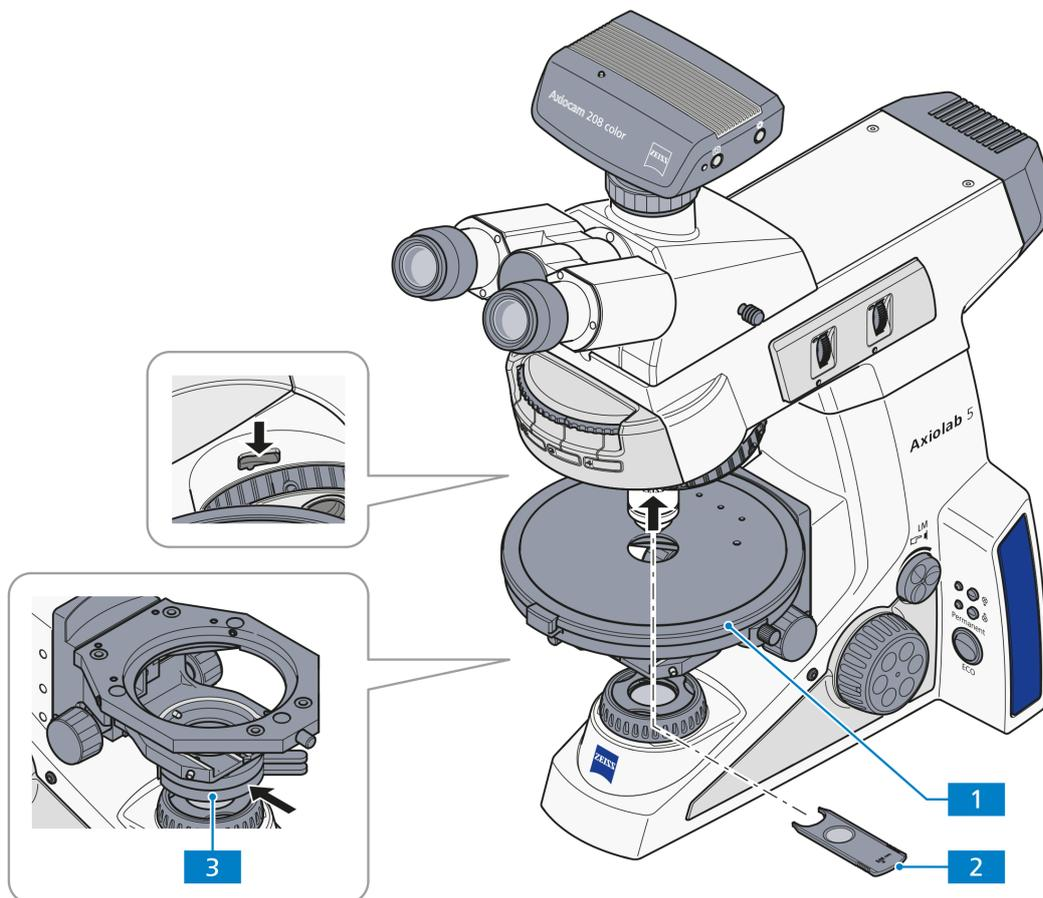

Abb. 4-7 Komponenten zur Durchlicht-Polarisation
- Einstellen des Mikroskops wie im Durchlicht-Hellfeld nach KÖHLER (siehe Abschnitt 4.2.1 (3)).
- Drehtisch Pol (Abb. 4-7/1) (siehe Abschnitt 3.1.7.5) und Objektive (siehe Abschnitt 3.1.7.6) zentrieren.
- Polarisator (Abb. 4-7/3) in Strahlengang einschwenken und auf 0° positionieren, sofern ein drehbarer Polarisator verwendet wird.
- Analysatorschieber (Abb. 4-7/2) in Aufnahmeschlitz für Kompensatoren einstecken (falls der Tubus nicht bereits mit einem Analysator versehen ist). Aufgrund der gekreuzten Polarisatoren erscheint nun das Sehfeld dunkel. Bei einschraubbaren Analysatoren in der Zwischenplatte für Tuben ist darauf zu achten, dass diese zum Polarisator D ausgerichtet (d. h. gekreuzte Stellung) sind.
- Drehtisch Pol (Abb. 4-7/1)
- Einstellen des Mikroskops wie im Durchlicht-Hellfeld (siehe Abschnitt 4.2.1 (3)). Dabei ist besonders auf den richtig eingestellten Augenabstand am Binokulartubus zu achten (siehe Abschnitt 4.1.1).
- Drehtisch Pol (Abb. 4-7/1) und Objektive zentrieren (siehe Abschnitte 3.1.7.5 und 3.1.7.6).
- Polarisator (Abb. 4-7/3) in Strahlengang einschwenken und auf  $0^\circ$  positionieren, sofern ein drehbarer Polarisator verwendet wird.
- Analysatorschieber (Abb. 4-7/2) in Aufnahmeschlitz für Kompensatoren oder in die Zwischenplatte einstecken (falls der Tubus nicht bereits mit einem Analysator versehen ist). Aufgrund der gekreuzten Polarisatoren erscheint nun das Sehfeld dunkel. Falls nicht, den Analysator im Tubus oder die Zwischenplatte ausrichten.